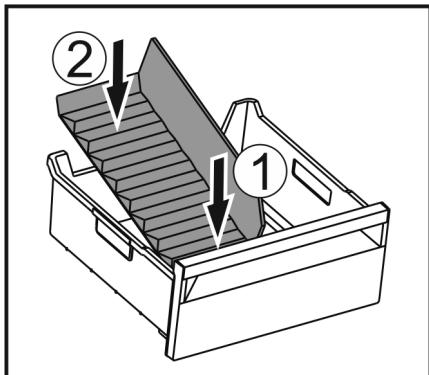

Fig. 171
- Установите переднюю часть разделителя отделения для льда. Fig. 171 (1)
- Опустите заднюю часть разделителя отделения для льда на дно выдвижного ящика. Fig. 171 (2)